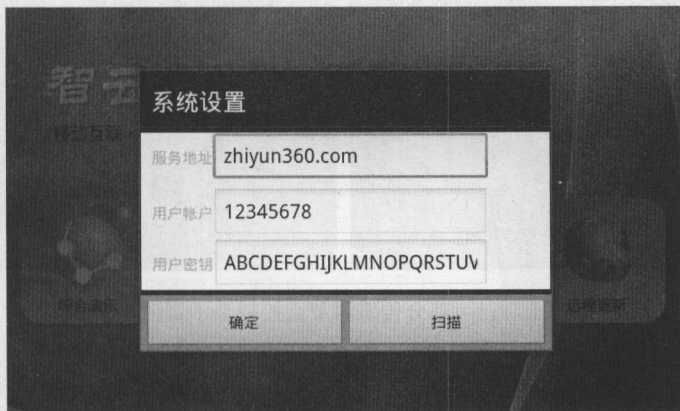

图 2.13 设置服务器地址
(1) 服务器地址和网关的设置。进入 ZcloudTools 主界面后，单击“MENU”键，选择“配置网关”菜单选项，输入服务地址 zhiyun360.com，输入用户账号和用户密钥（智云项目 ID/KEY），单击“确定”按钮保存，如图 2.13 所示。